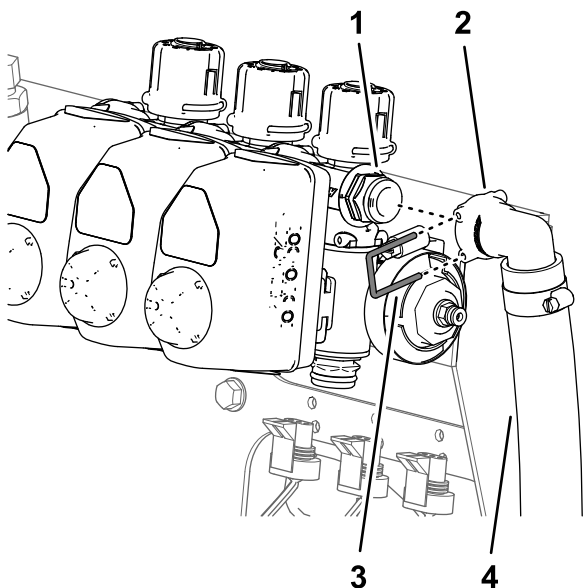

Figura 59
- Per le macchine senza kit asta di irrorazione opzionale o kit avvolgitubo elettrico opzionale, rimuovete il fermo piccolo che fissa il raccordo a disinnesto rapido del flessibile di bypass al raccordo a disinnesto rapido della valvola di bypass di sezione di destra (Figura 59).